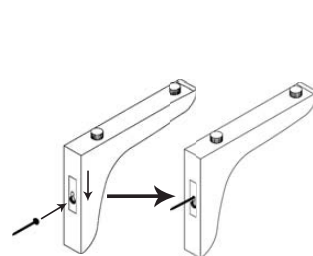

Figura 4
PASO 3: Ubique la Ménsula sobre el tornillo y presiónela para que quede en el lugar. Asegúrese de que la Ménsula esté ajustada contra la pared, de otro modo remueva y ajuste el tornillo. Repita el procedimiento con cada Ménsula, como se muestra en la **Figura 4**.